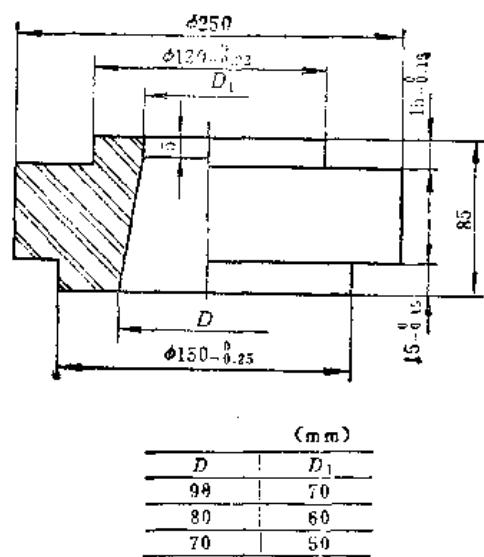

图6-2-2 浇口保温套
⑥ 停机时，合型缸，抽插芯缸等均恢复到原始位置，防止在再打开开关时，发生自动位移的现象。
⑦ 冬季室内温度不得低于5℃，夏季要注意开动油液冷却器。使液压油的温度保持在15~50℃之间。
⑧ 液压系统的泄漏分内泄漏和外泄漏两种。外泄漏比较容易发现和排除；而内泄漏必须通过机器运转的不正常现象，找出泄漏的原因和部位，然后再确定排除方法。
⑨ 低压铸造机的油缸密封件，长时间的使用后会损坏。特别是抽插芯缸，因其工作位置温度比较高，密封圈容易损坏。应按照说明书提供的易损件目录表，准备2~3套备件，以便随时更换。
⑩ 液压系统中的液压阀产生内泄漏，一般会造成机械部分的误动作，所以如果发现机械部分有误动作，可检查相应的液压阀内密封圈，如有损坏应及时更换。如不是密封圈损坏，可找出泄漏原因，进行修理或更换液压阀，以保证机器的正常运行。
⑪ 切忌在机器工作时，升降缸产生误动作，将下模板抬起，造成保温炉铝合金熔液大量外溢。
① 要经常检查保温炉的电热元件是否有损坏，如有损坏应及时修复。
② 要经常检查坩埚的烧损情况，坩埚若有裂缝，要及时更换。
③ 要经常检查保温炉的密封情况，在添加合金熔液之前，应用石棉板将升液管口盖住，将合型部分旋转到工作位置，降下模板，封死升液管口。通压缩空气，观看保温炉是否有泄漏现象，如有泄漏，更换有关的密封垫。
④ 下模板上的浇口保温套（图6-2-2），在使用时不要碰坏，如有缺损会造成挂铝，会影响保温效果或造成浇口堵塞，所以应及时更换。